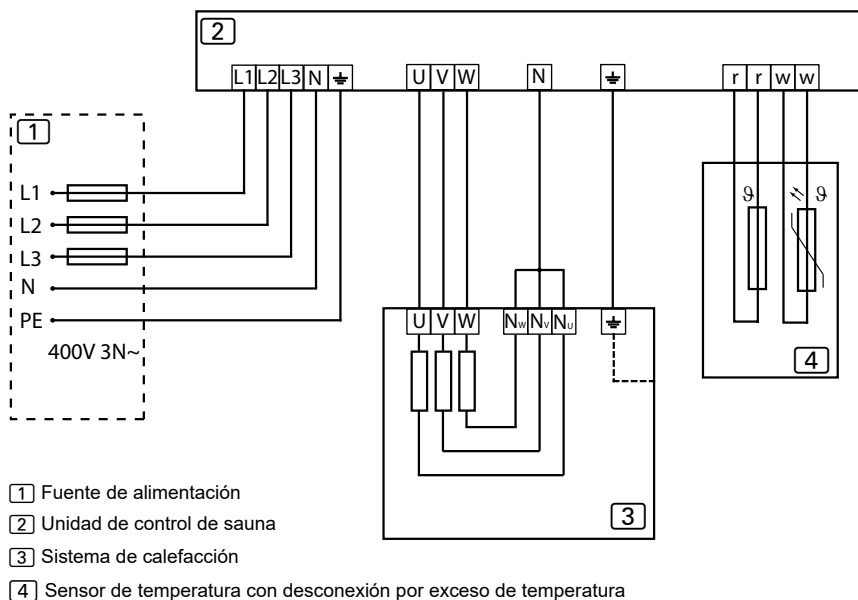

Figura 9. Diagrama de conexiones 400V 3N~
- **Ventilación mecánica:** La salida de aire de impulsión debe ubicarse en la parte superior de la sauna para que no interfiera en el funcionamiento del sensor de temperatura. (Figura 9. Distancia mínima entre la salida de suministro de aire y el sensor de temperatura.)